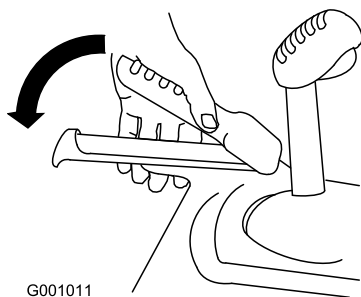

Figure 21
3. Serrez le levier gauche (déplacement) contre la poignée (Figure 21).
6. Serrez le levier gauche (déplacement) contre la poignée (Figure 21).